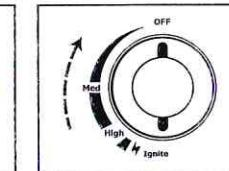

Рис. 7
- Чтобы выключить плиту, поверните регулятор силы горения до положения «Выкл» и поднимите рычаг фиксации баллона вверх (Рис. 7 и 8).
- Повернуть регулятор силы горения до положения «Выкл» и поднять рычаг фиксации баллона вверх (Рис. 7 и 8).